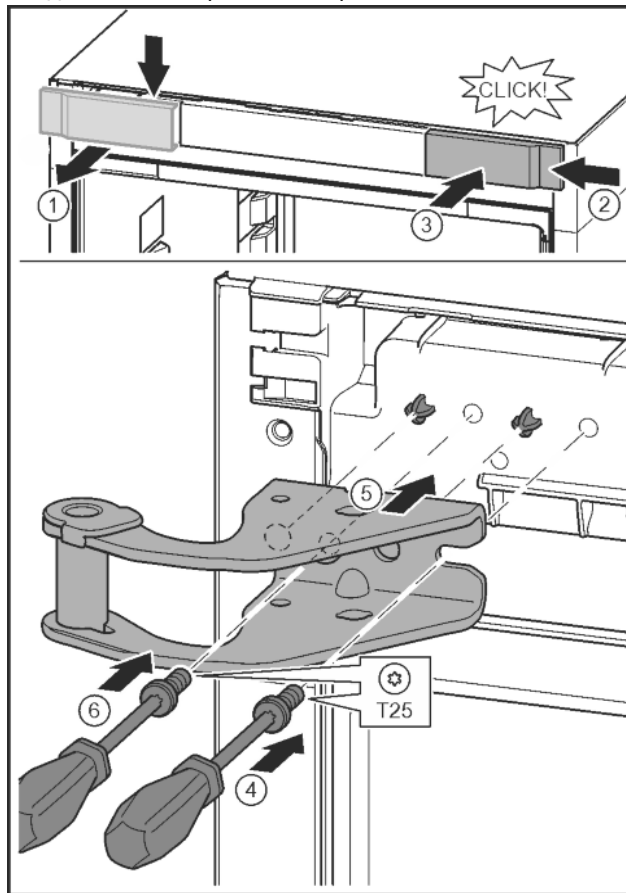

Fig. 13
- ▶ Развийте капака и го свалете настрана. Fig. 13 (1)
- ▶ Закачете капака, завъртян на 180°, от другата страна отдясно. Fig. 13 (2)
- ▶ Фиксирайте капака. Fig. 13 (3)
- ▶ С отвертка T25 поставете винта. Fig. 13 (4)
- ▶ Поставете горната лагерна стойка. Fig. 13 (5)
- ▶ Затегнете винта. Fig. 13 (4)
- ▶ С отвертка T25 поставете винта и го затегнете. Fig. 13 (6)